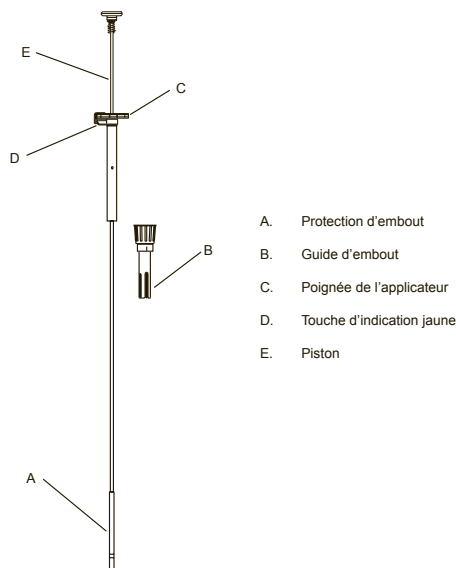

Figure 1 – Applicateur
- Maintenir un alignement correct de la touche d'indication jaune (D sur la figure 1) avec la flèche rouge de la sonde de biopsie lors de la distribution des culots.
Se référer au diagramme de l'applicateur (figure 1).